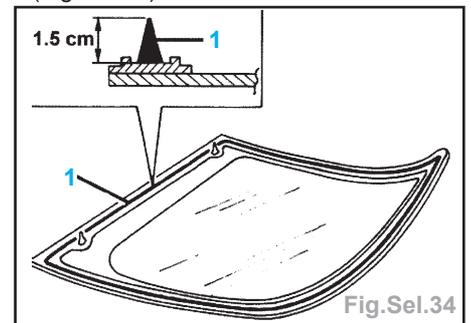

Fig.Sel.34
- Appliquer le cordon de colle sur la glace (Fig.Sel.34).